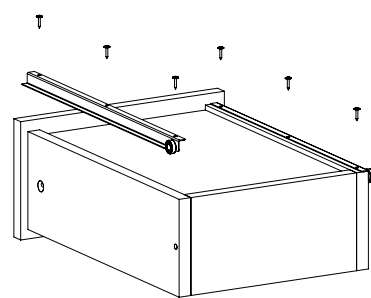

Рис.10
13. Закрепить полозки направляющих на ящик шурупами 3,5х16 (Рис. 10). Закрепить шурупом 4х40 ручку на фасад ящика.